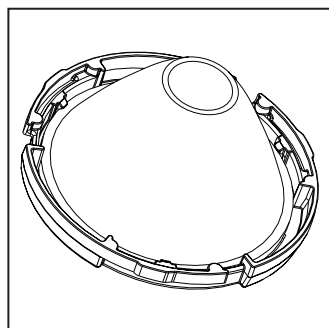

Figura 16
Paso 3. Quite el óptico del sujetador negro para ópticos. Presione el óptico nuevo en el sujetador negro del óptico (Figura 16).